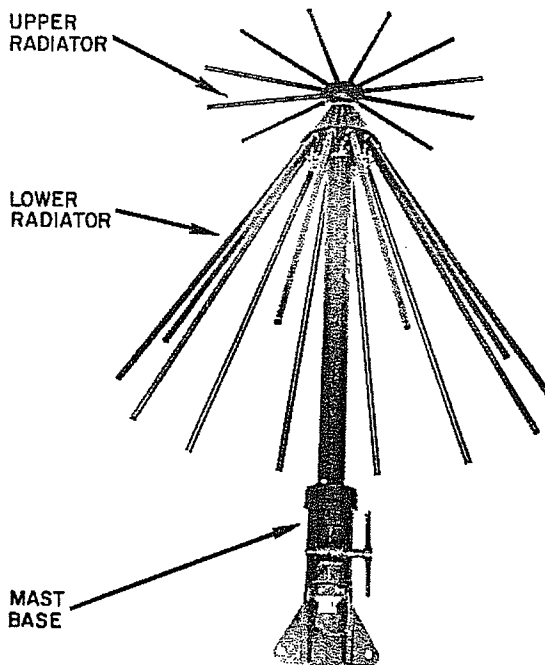

Figure 1-13. Antenna AT-197/GR
a. Antenna AT-197/GR (fig. 1-13)